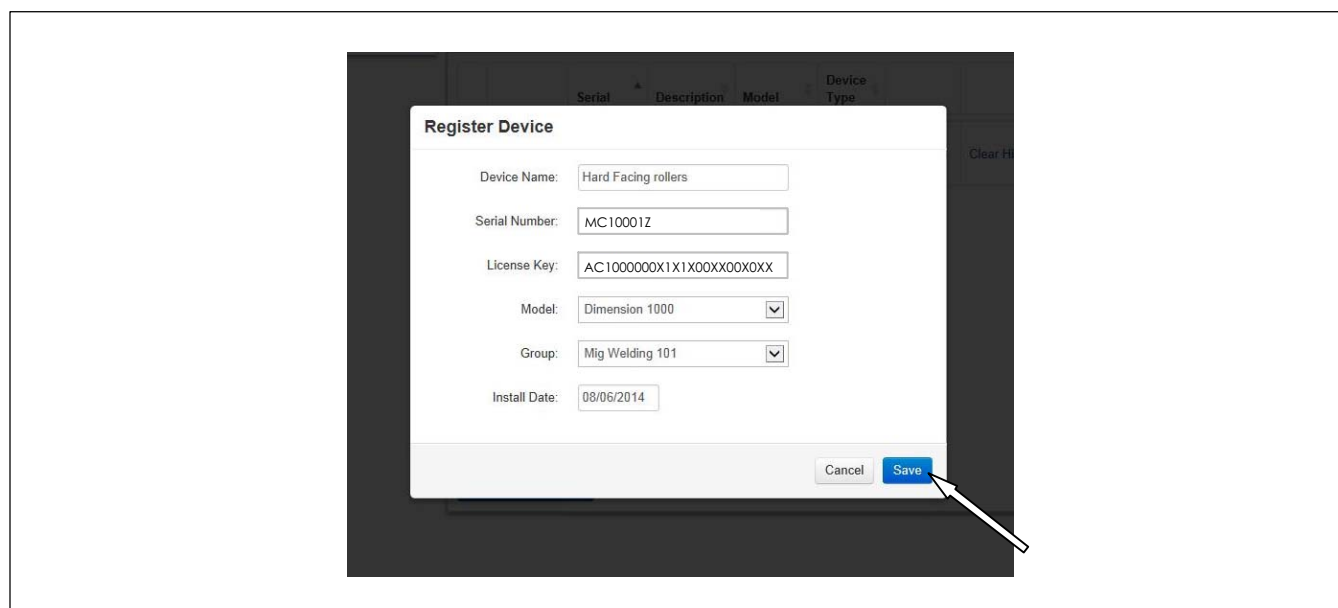

図9-21. 登録装置の確認画面
5. 確認画面が表示されます。情報が正しい場合は、[保存]ボタンをクリックします (図9-21を参照)。